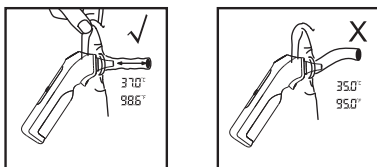

Figura 8
3. Introduzca la sonda a lo largo del conducto auditivo lo más profundamente posible en el oído, tal como se muestra en la Figura 8. A continuación, pulse una vez el BOTÓN de prueba para iniciar la medición. Tras activar el BOTÓN de prueba, sonará un pitido largo de aproximadamente 1 segundo de duración. Esto señala el final del proceso, ya que los resultados se mostrarán en la pantalla LCD.